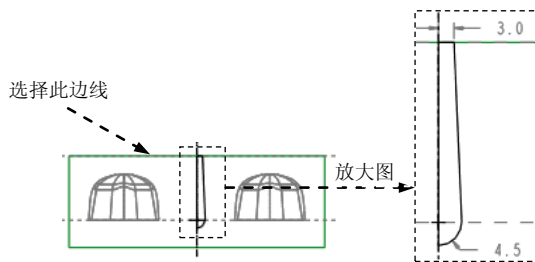

图 22.11 截面草图
Step3. 进入截面草绘环境后，选取 MAIN_PARTING_PLN 基准平面、ADTM3 基准平面和图 22.11 所示的坯料边线为草绘参考，绘制图 22.11 所示的截面草图。完成特征截面的绘制后，单击“草绘”操控板中的“确定”按钮 。